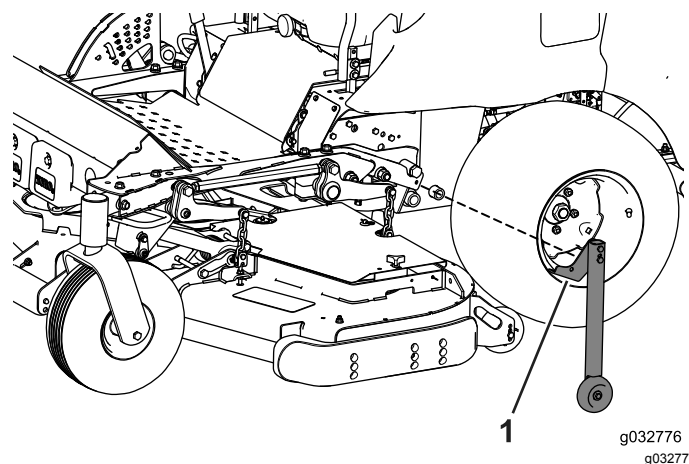

Figura 129
1. Retire os rolos de conversão que se encontram em cada lado da estrutura de verão (Figura 129).